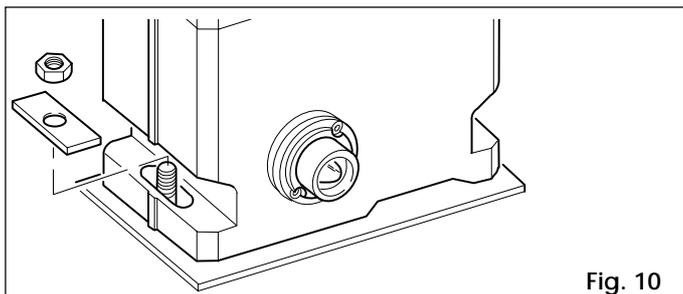

Fig. 10
- 4) Fixer le motoréducteur sur la plaque de fondation au moyen des deux écrous et des plaquettes fournis comme indiqué Fig.10.